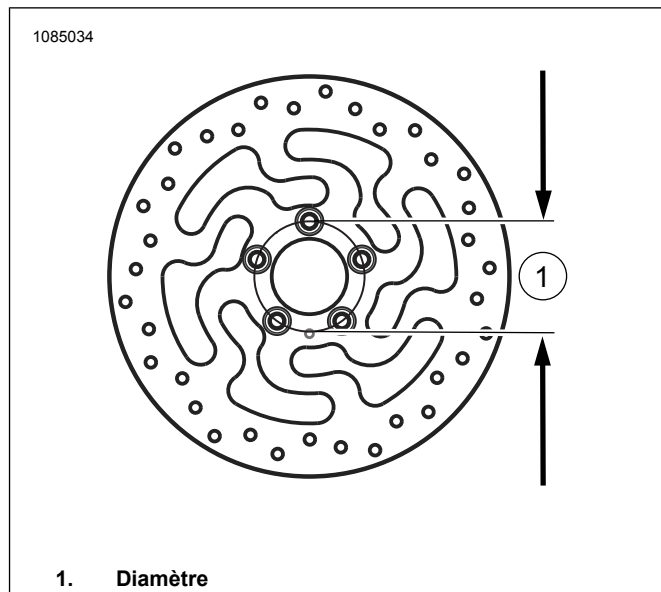

Figure 1. Diamètre du trou de montage du disque
1. Voir la figure 1. Retirer et démonter l'ensemble roue avant existant. Si le diamètre du disque de frein avant ne mesure pas 3,25 po, jeter les disques. Conserver l'axe, l'écrou d'axe et les entretoises de roue pour l'installation du kit. Consulter le manuel d'entretien.